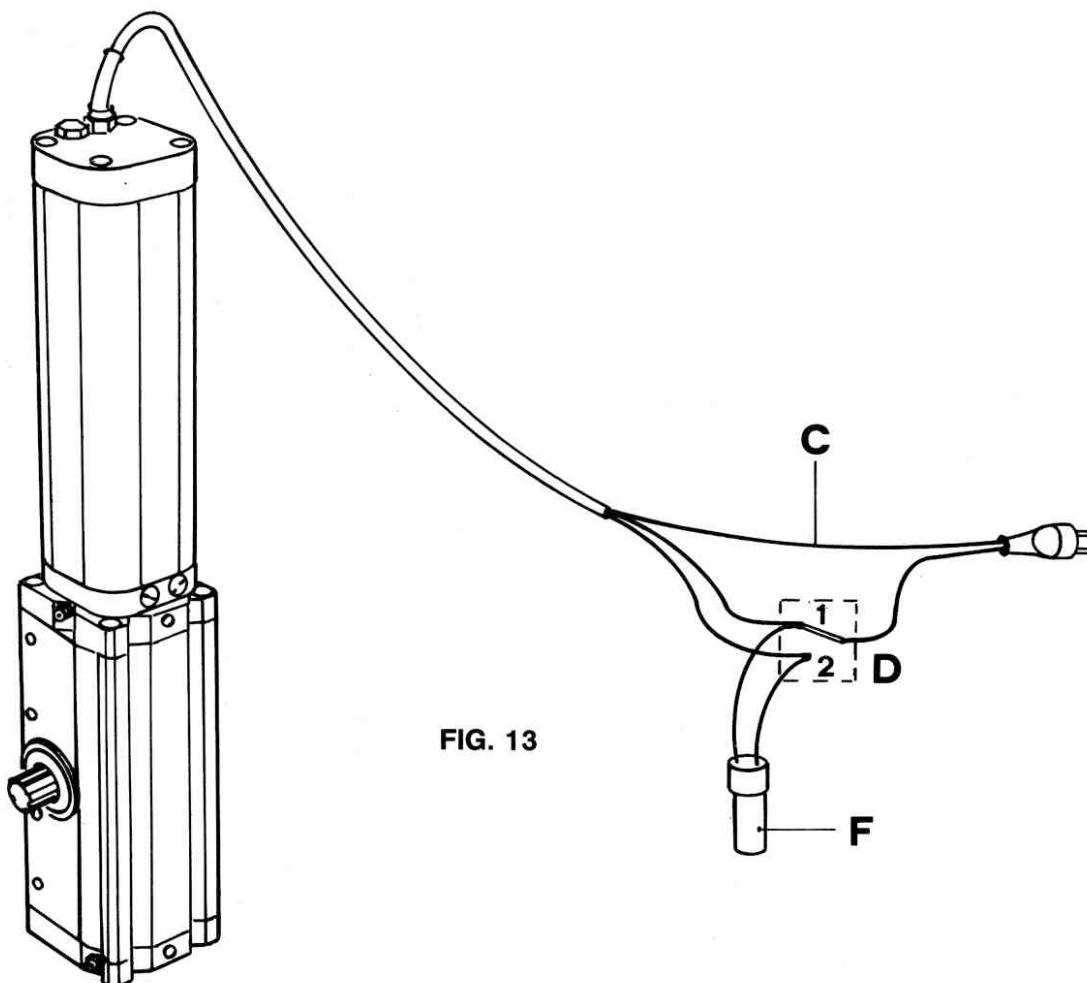

FIG. 13
- Accertarsi della presenza di tensione, eseguire il collegamento diretto della linea di alimentazione al motore (fig. 13), assicurandosi che il motore giri in entrambi i sensi spostando il deviatore D dalla posizione 1 alla posizione 2. Se il motore vibra ma non gira, può essere sbagliato il collegamento del filo comune C, che in ogni caso è di colore celeste, oppure non è collegato il condensatore F ai due fili di marcia.
- Una vez verificada la presencia de la tensión, efectuar la conexión directa de la línea de alimentación con el motor (fig. 13), asegurándose de que el motor gire en ambos sentidos desplazando el desviador D de la posición 1 a la posición 2. Si el motor vibra pero no gira, puede ser que la conexión del cable común C que será siempre celeste no sea correcta, o bien el condensador F no esté conectado a los dos cables de marcha.
- After having checked the presence of voltage, connect the power line directly to the gearmotor (fig. 13), making sure the motor turns in both directions by moving switch D from position 1 to position 2. If the motor vibrates but does not turn, the common wire C (light blue) may be connected wrong, or the condenser F is not connected to the capacitor wires.
- Après avoir vérifié la présence de tension, effectuer la connexion directe de la ligne d'alimentation au moteur (fig. 13), en s'assurant que le moteur tourne dans les deux sens en déplaçant le commutateur D de la position 1 à la position 2. Si le moteur vibre mais ne tourne pas, il est possible que la connexion du fil commun C (toujours de couleur bleu) soit fausse ou bien que le condensateur F ne soit pas connecté aux deux fils de marche.
- Ist Spannung vorhanden, den Motor direkt an die Speiseleitung anschließen (Abb. 13). Prüfen, ob der Motor in beiden Richtungen dreht, indem der Umschalter D von Position 1 in Position 2 gebracht wird. Vibriert der Motor ohne zu drehen, so ist es möglich, daß die gemeinsame Leitung C (hellblau) falsch angeschlossen ist oder der Kondensator F nicht mit den beiden Antriebsleitungen verbunden ist.